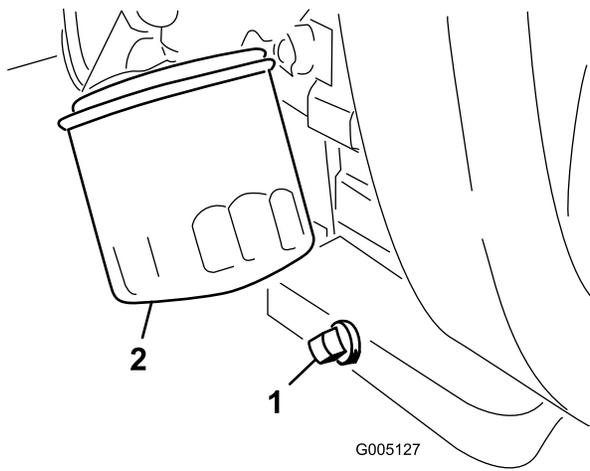

Figure 45
1. Retirez le bouchon de vidange (Figure 45) et laissez couler l'huile dans un bac de vidange. Remettez le bouchon quand la vidange est terminée.
2. Enlevez le filtre à huile (Figure 45). Appliquez une fine couche d'huile sur le joint du filtre de rechange.